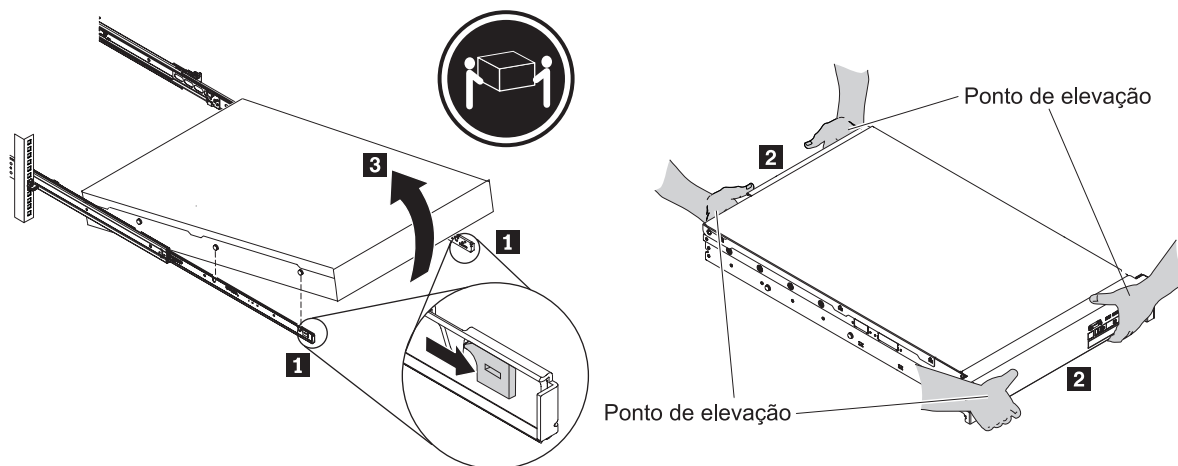

Figura 28. Desbloquear e rodar a parte anterior do dispositivo
Nota: Certifique-se de que o dispositivo é levantado por duas pessoas, com as mãos posicionadas conforme ilustrado por **2** na Figura 28 na página 62.
1. Desbloqueie e rode a parte anterior do dispositivo, conforme ilustrado na Figura 28 na página 62.